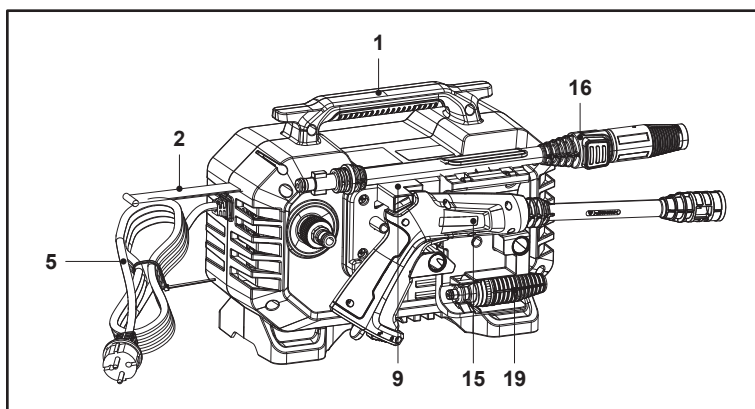

Fig. 17
2. Fixe o cabo de alimentação (5) com o cinto de aperto (2) e mantenha o cinto de aperto (2) no devido lugar através da ranhura na parte superior da máquina.
3. Guarde a pistola de pulverização (15), a lança de extensão (16) e o bocal (18 / 19) nos respetivos suportes (12, 10, 11), conforme ilustrado na Fig. 17.
4. Transporte sempre a máquina pela pega superior (1).